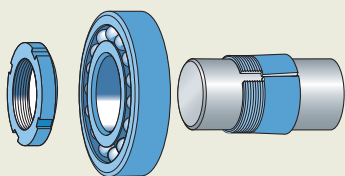

Fig. 26
- 3 Ajuste la tuerca con una llave de gancho o de impacto hasta obtener el juego correcto en el rodamiento (**fig. 26**).